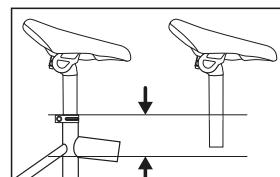

Abb. 3: Sattelhöhe / Mindesteinstektfalte
- ↳ Achten Sie auf die richtige Sattelhöhe. Halten Sie bei Einstellung der Sattelhöhe die Mindesteinstektfalte der Sattelstütze ein (siehe Abb. 3). Die Mindesteinstektfalte ist anhand einer Markierung an der Sattelstütze erkennbar.